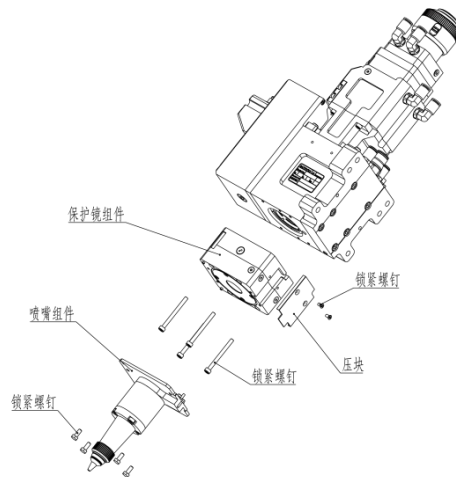

图 6.7 — 取镜
- ▣ 水平放置激光头，如图 6.7 所示，从下往上依次取下锁紧螺钉；
- ❑ 按图 6.7 顺序重新装好,并锁紧螺钉；